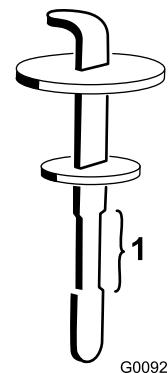

**Figure 99**
- Du côté droit de la machine, soulevez le couvercle d'accès pour exposer le bouchon du réservoir hydraulique (Figure 99).
- Nettoyez la surface autour du goulot et du bouchon de remplissage du réservoir hydraulique (Figure 99).